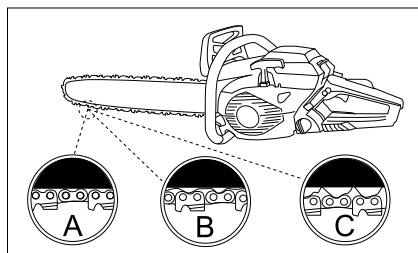

Fig. 10
Fig. 10 demonstrează tensiunea corectă a lanțului rece (A), lanțului cald (B) și lanțului, tensiunea caruia trebuie reglată (C).